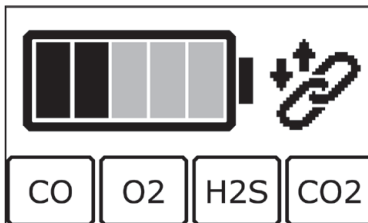

Abb. 15: Gerät im Ladebetrieb
- Das Gerät wechselt in den Ladebetrieb (Abb. 15).